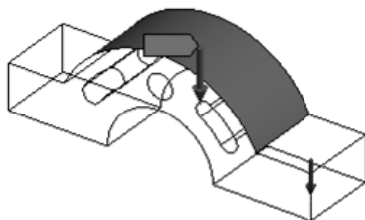

图 5.2.4 定义力方向
(1) 单击以激活 **Direction** 后的文本框，选取图 5.2.4 所示的边线为方向参考，调整箭头方向如图 5.2.4 所示。